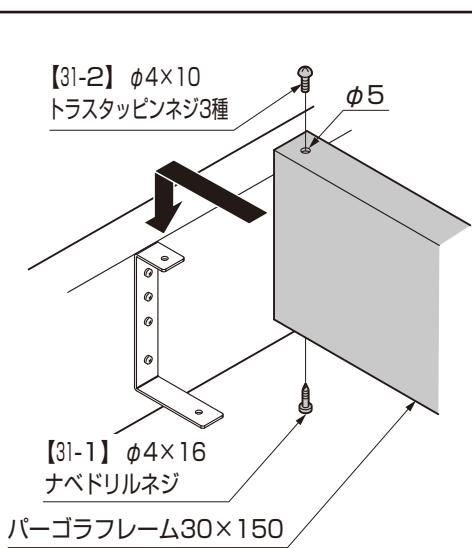

図5-15
- ②パーゴラフレーム30×150を上から取付金具に差し込んで、上部【31-2】、下部は【31-1】で取付けてください。(図5-15参照)
- ③パーゴラフレーム30×150にパーゴラフレームカバー30×150を嵌め込んでください。